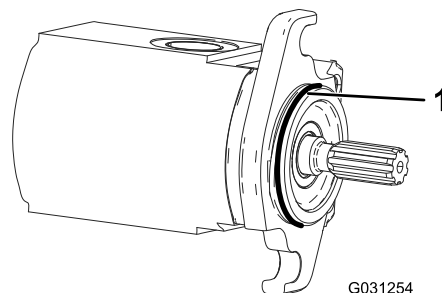

Figure 5
3. Posez le joint torique sur le moteur de cylindre (Figure 5).
5. Graissez la plaque latérale jusqu'à ce que l'excédent de graisse ressorte par l'orifice de graisse (Figure 5).